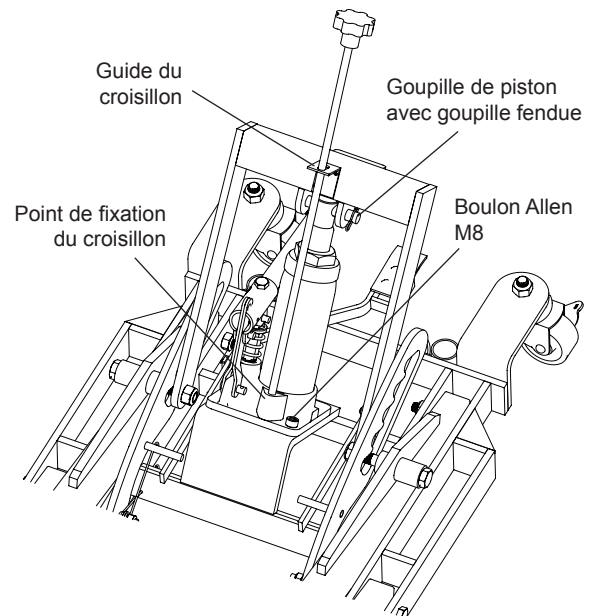
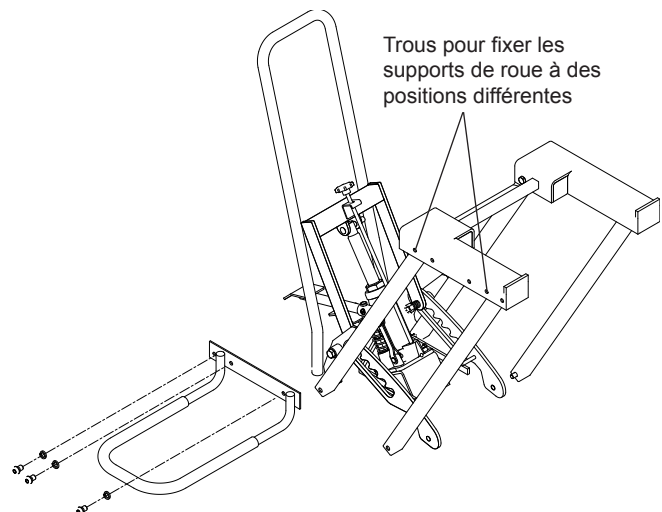

Figure 2 : Assemblage du vérin hydraulique
Figure 3 : Assemblage des supports de roue
1. Installez le vérin hydraulique sur son support et fixez-le à l'aide des boulons M8 x 1,25 fournis (voir la figure 2).
5. Installez la poignée de position dans la structure et fixez-la en utilisant les goupilles fournies (2).
6. Fixez les deux supports de roue sur les côtés de la plate-forme de levage (voir la figure 3).